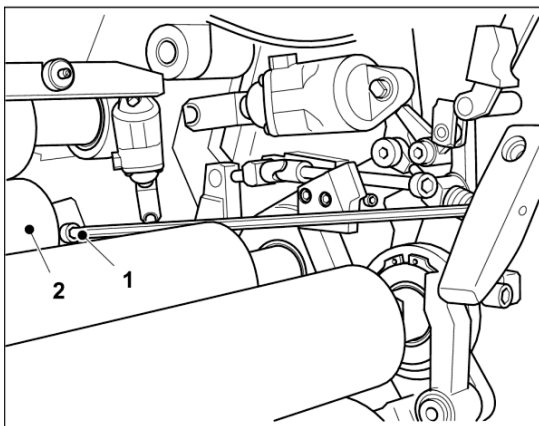

図 32 ライダーローラ5の取り外し
両側でTレンチを六角形(図32/1)に差し込んで、ラッチを上向きにします。
2. ライダーローラ5(図32/2)を印刷ユニットから取り外します。